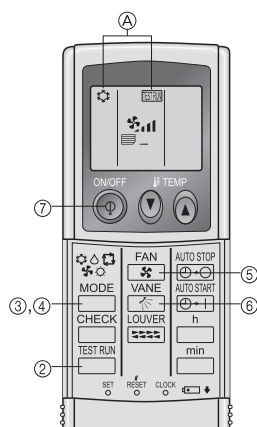

Fig. 7-7
7.2.2. Verwendung der drahtlosen Fernbedienung (Fig. 7-7)
- ① Mindestens 12 Stunden vor dem Testlauf den Netzstrom einschalten.
- ② Die **[TEST RUN]**-Taste zweimal kurz nacheinander drücken.